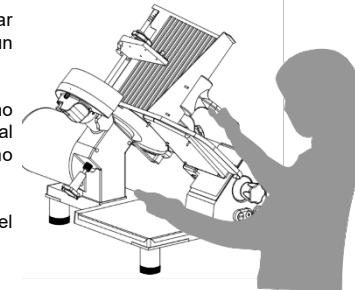

FIG 6. POSICIÓN DE TRABAJO
5.- Encienda el equipo presionando el interruptor (7), la luz piloto se encenderá avisando que el equipo está operando.
6.- Tome la posición correcta de trabajo a un lado de la rebanadora (**Fig. 6**), y ahora usted ya puede comenzar a rebanar el producto; La plancha cuenta con un ángulo de 45° lo cual facilita el deslizamiento del producto reduciendo el esfuerzo al operar. Mantenga siempre el disco afilado (2)
8.- Al finalizar, siempre apague (7) y desconecte el equipo. Como medida extra de seguridad, ajuste el recorrido de la plancha al mismo nivel que el disco de tal forma que cubra el filo del mismo y así prevenir algún incidente.
9.- Coloque el pisón (15) en su posición original por debajo del carro (4).